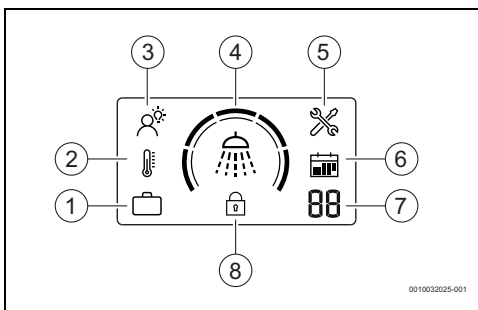

Fig. 5 Display pannello di controllo
- Premere il tasto  finché sul display non viene visualizzata la modalità INTELLIGENTE (→ Fig. 5 [3]).
- Premere il tasto  finché sul display non viene visualizzata la modalità Manuale (→ Fig. 5 [2]).
- Premere il tasto  finché sul display non viene visualizzata la modalità Vacanze (→ Fig. 5 [1]).
- Premere il tasto  per impostare il numero di gironi di vacanza desiderati (→ Fig. 5 [7]).
I blocchi funzionali del pannello di comando (→ Fig. 5 [8]).